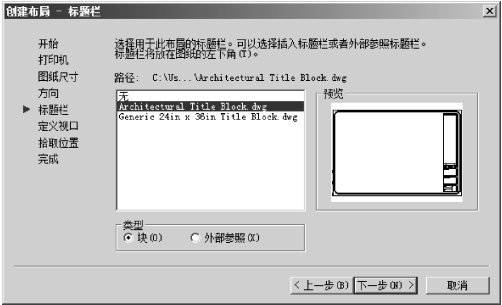

图 7-7 “创建布局 - 标题栏”对话框
5) 单击“下一步”按钮，将会出现“创建布局 - 标题栏”对话框，如图 7-7 所示。用户可以在此选择图纸的边框和标题栏的样式，在对话框右侧的预览框中可以显示所选样式的预览图像，在对话框下部的类型选项区中，还可以指定所选择的标题栏图形文件是作为块还是作为外部参照插入到当前图形中。